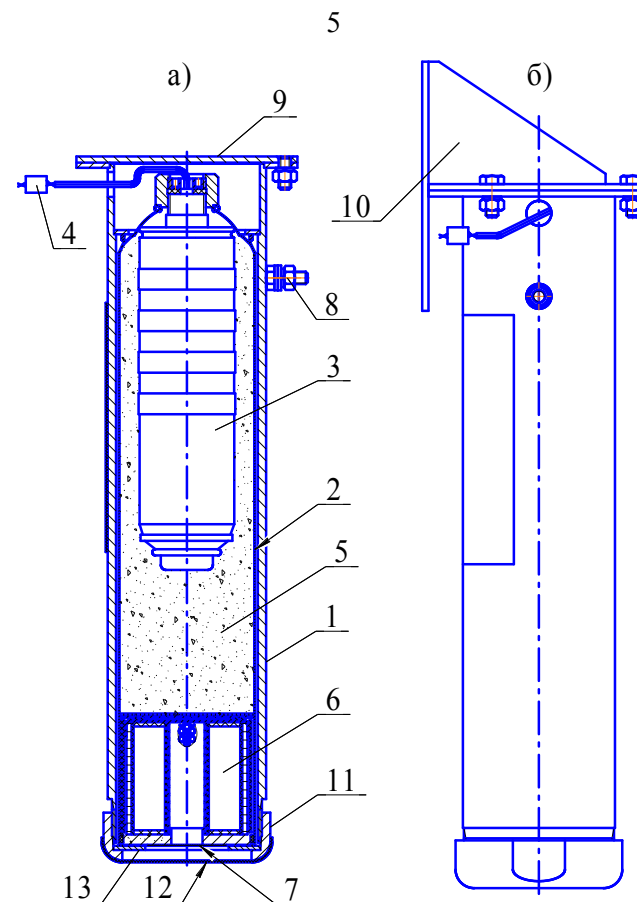

Рисунок 1
4.1.1 ГППТ (см. рисунок 1) состоит из корпуса **1**, в котором размещен сменный картридж **2**, содержащий газогенерирующий элемент **3** с элементом электропусковым **4**. Свободный объем корпуса картриджа **2** заполнен таблетками охладителя **5**. Для очистки огнетушащего газового вещества от механических примесей в картридже установлен фильтр - сепаратор **6**. Выходное отверстие фильтра-сепаратора заглушено самоклеющейся пленкой ПВХ **7**. Генератор имеет заземляющий зажим **8**. В верхней части ГППТ снабжён кронштейном **9** для крепления к потолочному перекрытию (рисунок 1а) или кронштейном **10** для крепления к стене (рисунок 1б). Для исключения разрушения самоклеющейся пленки ПВХ **7** при транспортировании, хранении и монтаже отверстие гайки **11** заглушено самоклеющейся пленкой **12**, которая снимается после монтажа изделия на объекте.
- отстыковать ГППТ от кронштейна **9** или **10** (см. рисунок 1) и перенести генератор в комнату сборки;
6.2 Закрепить кронштейн **9** (см. рисунок 1а) или кронштейн **10** (см. рисунок 1б) на потолке, стене, полу или иной несущей поверхности с ориентацией ГГПТ под любым углом. Координаты крепежных отверстий в кронштейне **9** приведены на рисунке 2а, в кронштейне **10** – на рисунке 2б.
6.3 Состыковать ГГПТ с кронштейном и закрепить соединение гайками. Снять самоклеющуюся пленку **12** (см. рисунок 1) с гайки **11**.